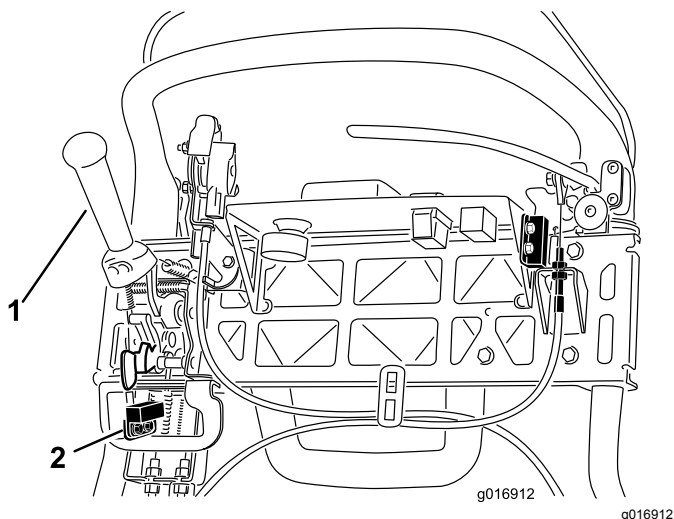

Figura 42
4. Allentate i dispositivi di fissaggio del microinterruttore di sicurezza (Figura 42).
5. Inserite uno spessore di 1,6 mm fra la leva della trazione ed il microinterruttore (Figura 42).